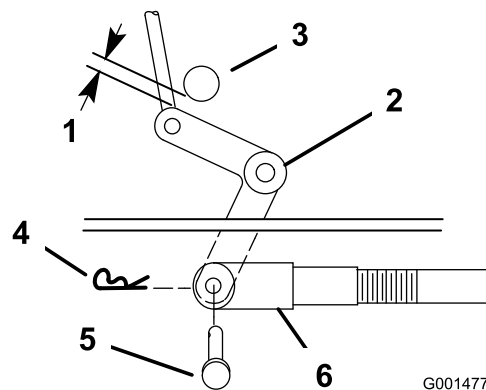
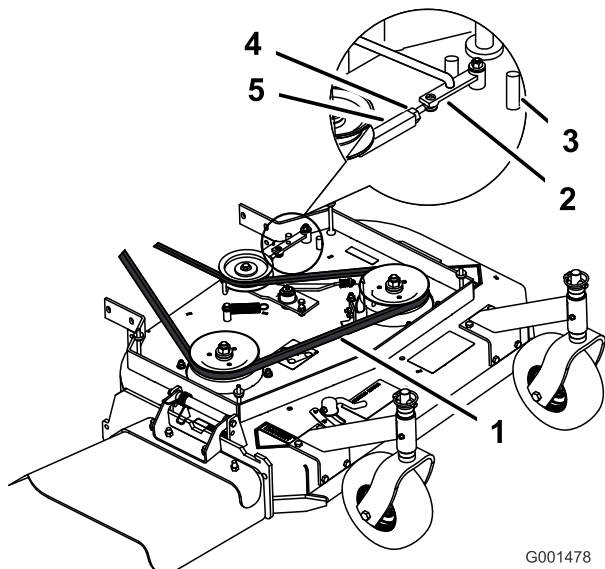
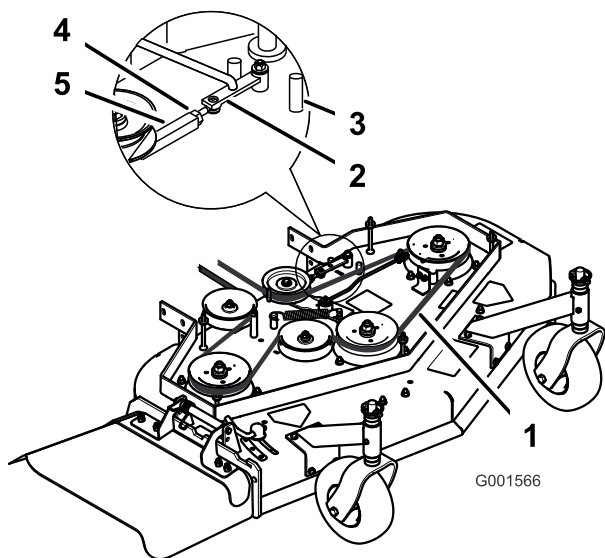

Figure 41
Figure 42
Figure 43
9. Vérifiez l'écartement entre l'axe coudé et l'arbre de sortie de transmission (Figure 41).
11. Tournez la chape dans le sens horaire sur la tige pour accroître l'écartement, et dans le sens antihoraire pour le réduire (Figure 41).
**Remarque:** Si le bras d'assistance ne touche pas la butée avant du tablier de coupe (Figure 42 ou Figure 43), réglez la chape de sorte à rapprocher le levier coudé de l'arbre de sortie de transmission (Figure 41).